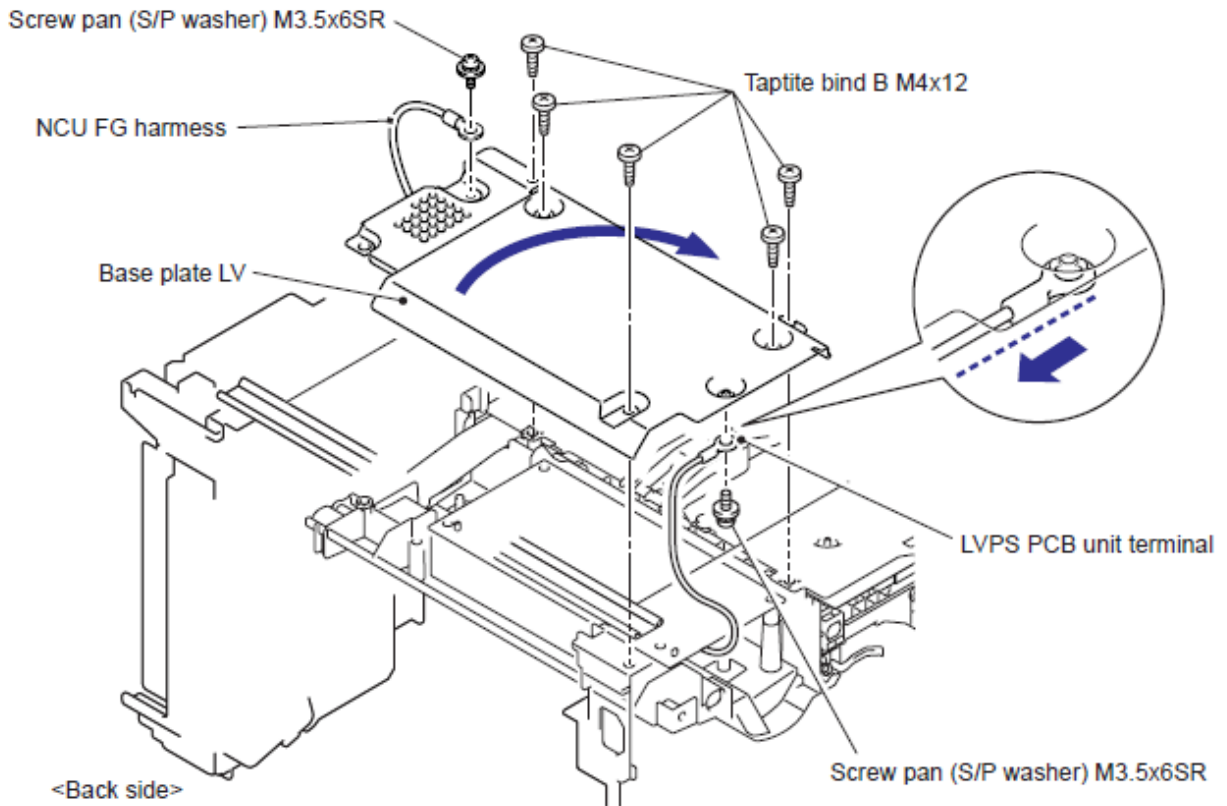

Fig. 5-247
- Al montar la Base de la placa LV (Base plate LV). Guíe al revés el lado del cable de la Terminal de la unidad LVPS del PCB (LVPS PCB unit terminal) (Fig. 5-247: En la dirección de la flecha de la ampliación de la ilustración.), y alinear en paralelo la Terminal de la unidad LVPS del PCB (LVPS PCB unit terminal) con el lado de la Base de la placa LV (Base plate LV).
(5) Retire los dos tornillo Taptite bind B M4x12 y retire la Lámina de aislamiento LV (LV insulation sheet).